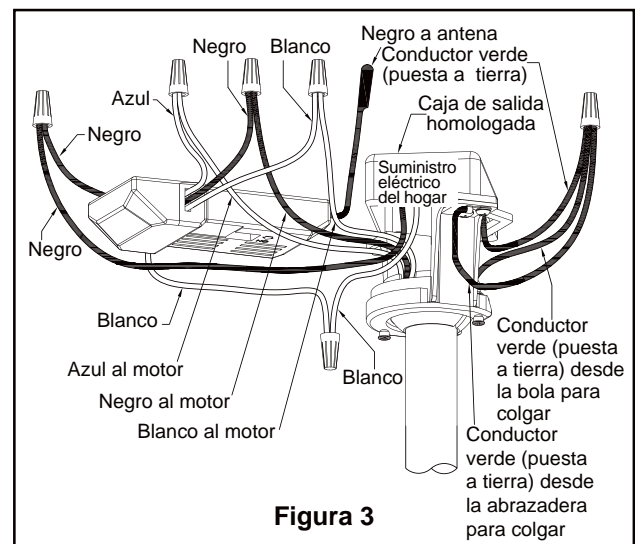

Figura 3
1. Fije bien la abrazadera para colgar a la caja de salida (no se incluye) con los tornillos y las arandelas provistas con la caja de salida. (Figura 3)
2. Conecte los conductores verdes de la abrazadera para colgar y la varilla al conductor desnudo (a tierra) con el conector de cables. Conecte el conductor negro de la unidad receptora marcado "AC IN L" al conductor negro de alimentación con el conector de cables. Conecte el conductor blanco de la unidad receptora marcado "AC IN N" al conductor blanco de alimentación con el conector de cables. Conecte el conductor blanco de la unidad receptora marcado "TO MOTOR N" al conductor blanco del ventilador con el conector de cables incluido con la unidad receptora. Conecte el conductor negro de la unidad receptora marcado "TO MOTOR L" al conductor negro del ventilador con el conector de cables que se adjunta con la unidad receptora. Finalmente, conecte el conductor azul de la unidad receptora al conductor azul de la iluminación del ventilador con el conector de cables que se adjunta con la unidad receptora. (Figura 3)